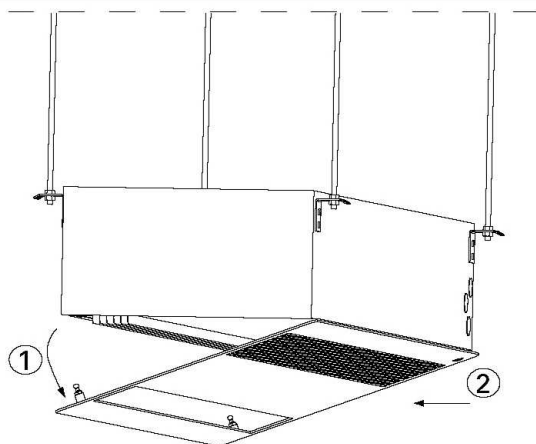

Fig.3 : ouverture de la trappe de visite
1. La trappe de visite s'ouvre en desserrant les attaches rapides situées du côté soufflage (tourner à 90°), puis en dégageant la trappe de visite du rebord. Voir Fig. 3 et 4.
2. **La trappe de visite s'ouvre en desserrant les attaches rapides situées du côté soufflage (tourner de 90°), puis en dégageant la trappe de visite du rebord. Voir Fig. 3 et 4.**